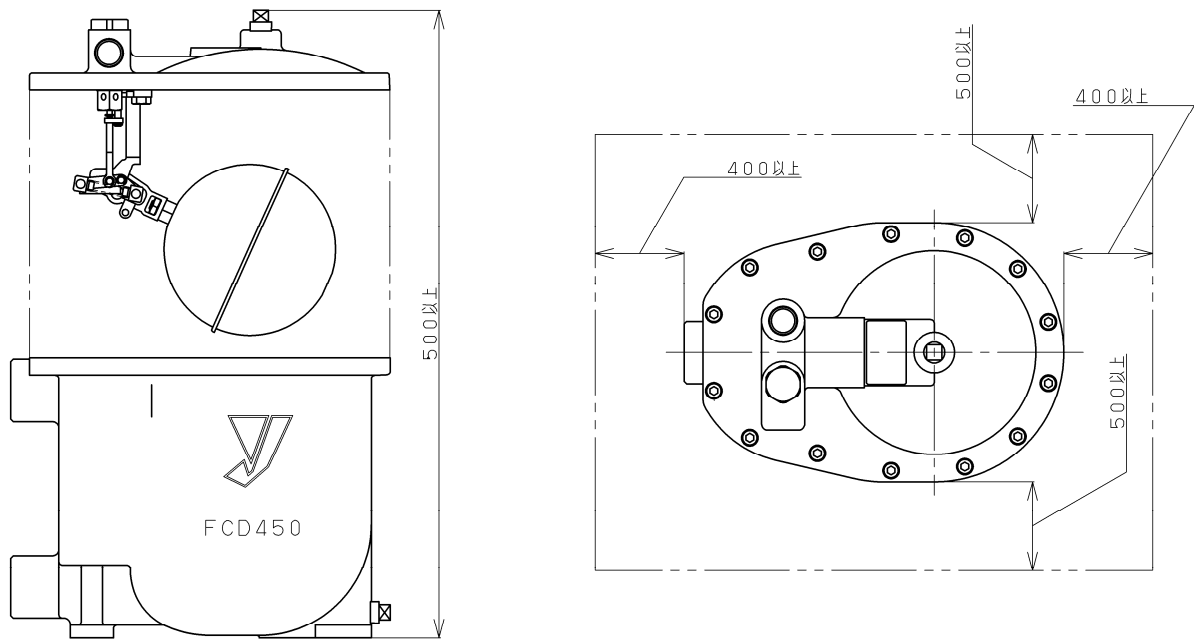

图 5：维护空间
- (9)请务必在冷凝水出口侧安装止回阀以保证冷凝水排出能力。安装时请勿弄错止回阀的方向。（参照 6.1 配管图例）
- (10) 在驱动流体为蒸汽时，请在驱动流体口配管上设置冷凝水排出用的蒸汽疏水阀。（参照 6.1 配管图例）
(11) 在拆解、修理产品时，请务必空出所需的维护空间。（参照图 5）